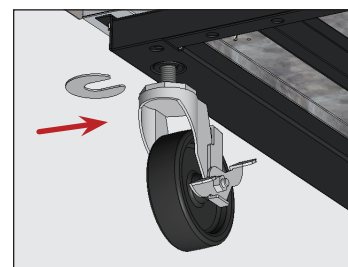

Fig. 9. Inserire lo(gli) spessore(i) della ruota. Assicurarsi di stringere a sufficienza il perno della ruota.
5. Nell'estremità inferiore dell'apparecchio, allentare la vite della ruota orientabile tanto da far scorrere gli spessori della ruota tra i cuscinetti della ruota e la guida inferiore dell'apparecchio. Vedere fig. 9.
6. Installare il numero desiderato di spessori. Vedere fig. 9.